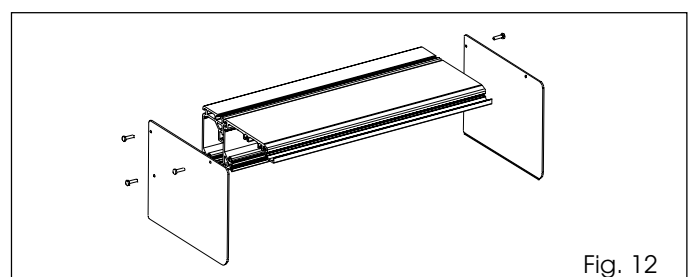
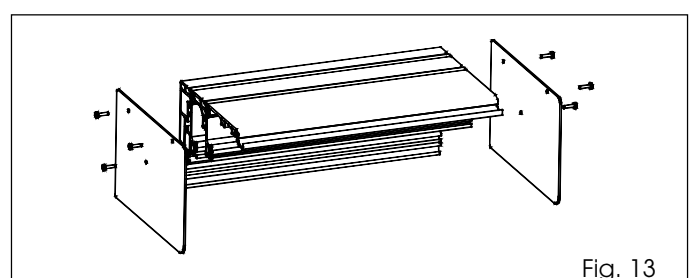

Fig. 12
Fig. 13
•Coloque los flancos laterales como se indica en la fig. 12 y fig. 13.